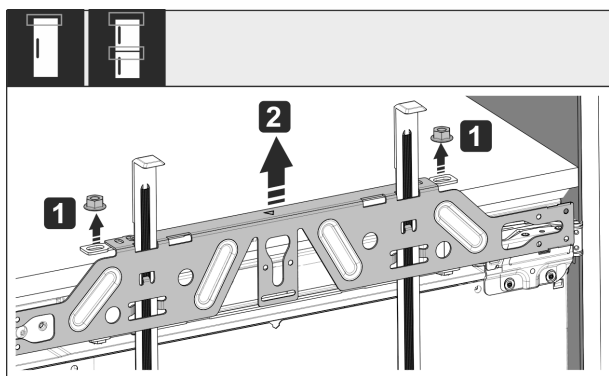

Fig. 58
- ▶ Uvoľnite poistné matice Fig. 58 (1).
- ▶ Odoberte upevňovaciu traverzu Fig. 58 (2).